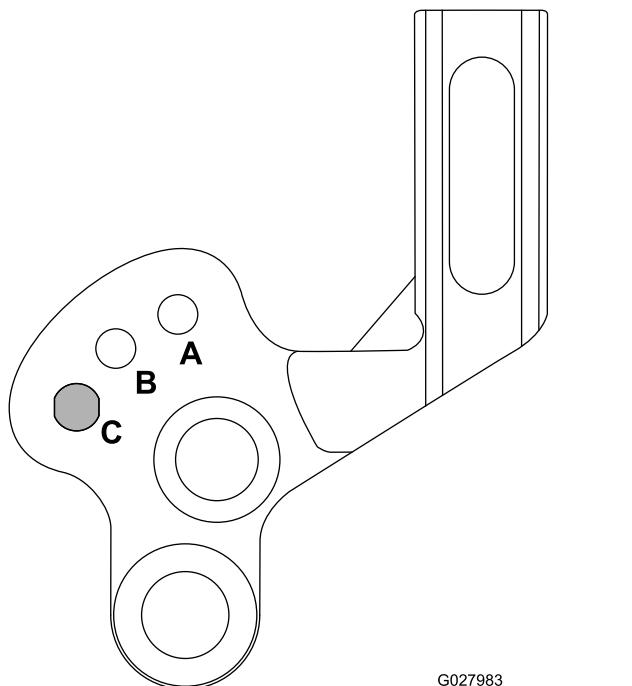

Bild 19
- B. Drehen Sie die Arme nach oben oder unten in die A- oder B-Stellung (Bild 19).
Wenn Sie ohne Groomer mähen möchten oder die Maschine transportieren müssen, heben Sie die Groomingspindel in die angehobene Transportstellung ein, wie in Bild 19 abgebildet.